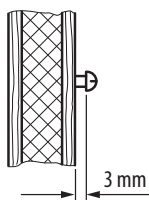

Abb. 4
3. In das obere mittlere Loch drehen Sie eine der Holzschrauben. An dieser Schraube wird das Steuergerät eingehängt. Lassen Sie zu diesem Zweck die Schraube ca. 3 mm herausstehen (Abb. 4).